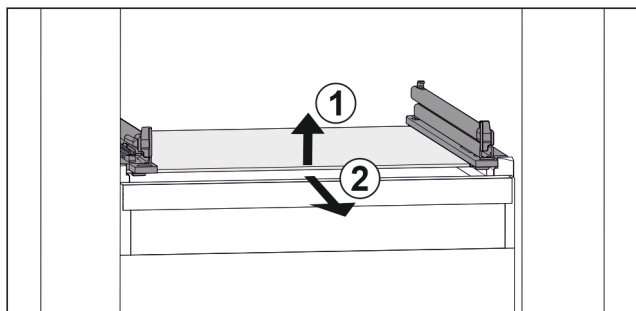

Fig. 153 Reprezentare exemplificativă a plăcii de sticlă
- ▶ Ridicați placa de sticlă din față. Fig. 153 (1)
- ▶ Extrageți placa de sticlă spre înainte. Fig. 153 (2)